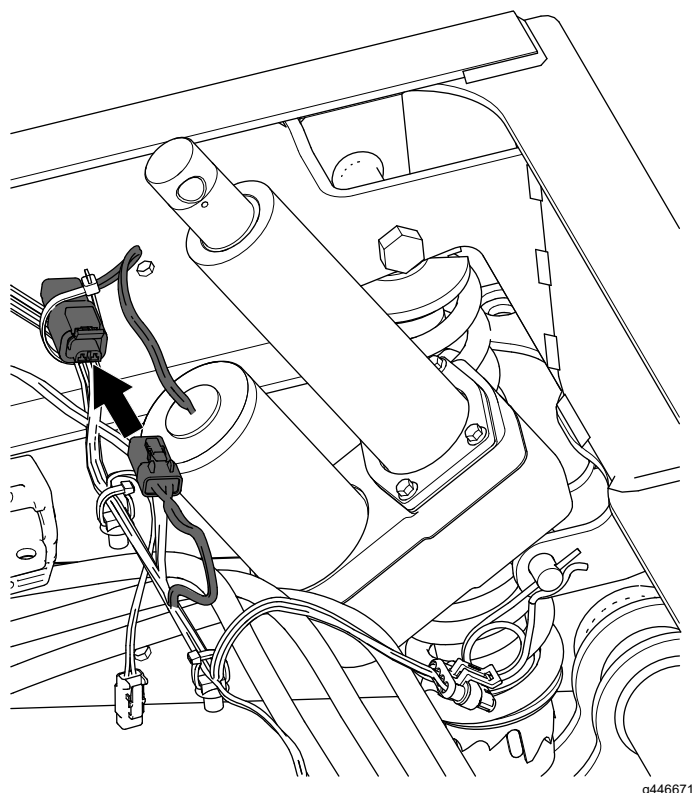

Figura 11
3. Collegate il connettore elettrico a 2 prese del cablaggio preassemblato posteriore della macchina al connettore a 2 pin dell'attuatore di sollevamento (Figura 11).